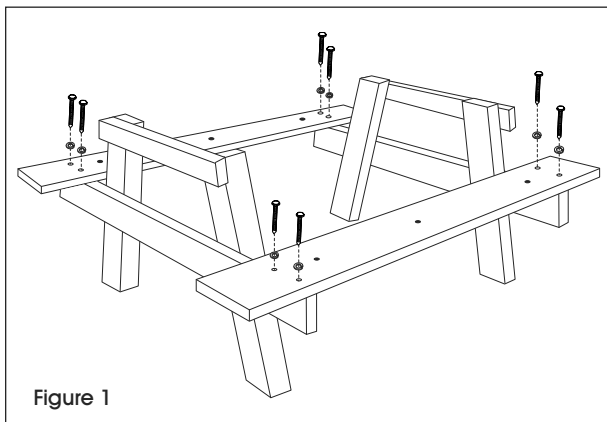

Figure 1
4. Fixez sans serrer les sièges avec renfort métallique à la base en A à l'aide des tire-fonds de 3 1/2 po et des rondelles en utilisant la perceuse et la douille tournevis de 7/16 po (à bien visser plus tard à l'étape 8). (Voir Figure 1)